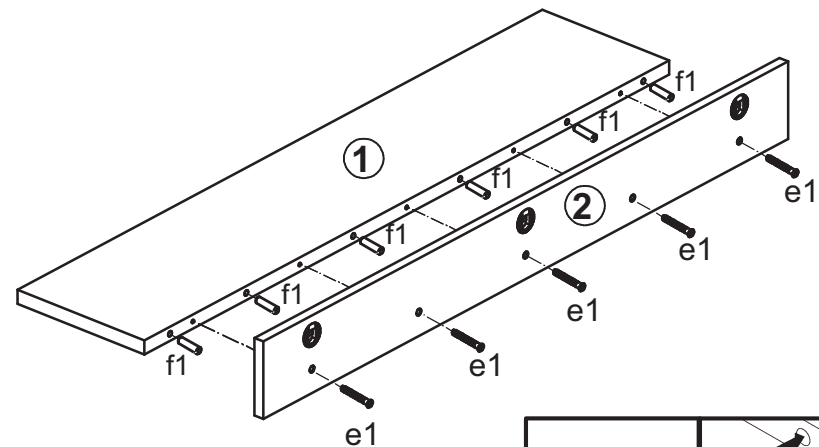

Рисунок 2
2. В отверстия $\varnothing 8$ мм на задней кромке щита горизонтального 1 вбить деревянные шканты f1 (см.рис.2). **ВНИМАНИЕ!** В случае, если шкант выступает из отверстия более, чем на 10 мм, его необходимо укоротить, т.к. возможно повреждение деталей. В таких случаях рекламация **НЕВОЗМОЖНА!**
4. Соединить между собой детали полки 1 и 2, стянуть их конформатами e1 (см.рис.2).